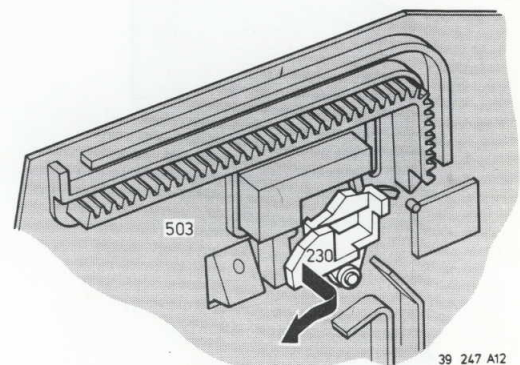

Fig. 3-1-2a
Montage in omgekeerde volgorde, waarbij men moet controleren of het loopwerk zich in de stand "eject" bevindt. De hefboom pos. 230 door de stop heen naar u toe buigen, Fig. 3-1-2a.